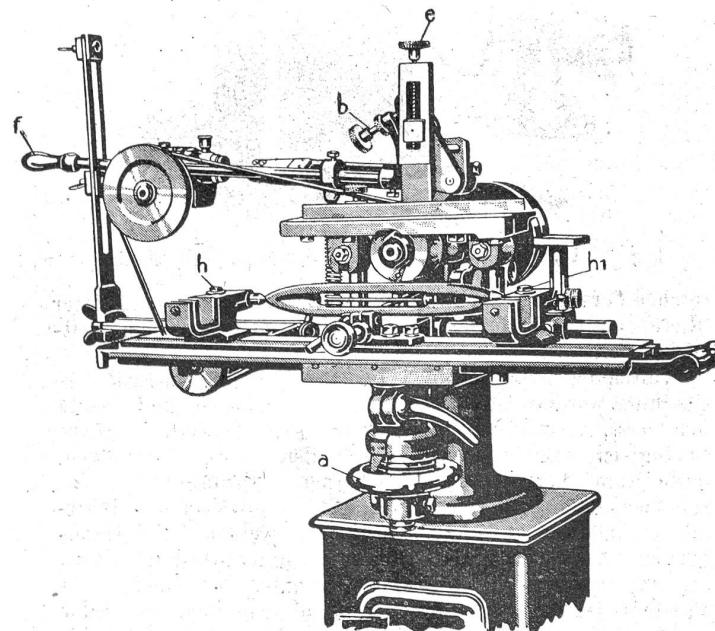

Fig. 2. Webschützen-Egaliservorrichtung.
1. Für die Webschützen-Egalisier-Vorrichtung: Nachdem der zu egalisierende Schützen (siehe Fig. 2) eingespannt worden ist, wird der Anschlag von unten leicht gegen denselben gepreßt und mittelst der Klemmschraube fixiert. Dieser Anschlag ist derart einstellbar, daß die zu egalisierenden